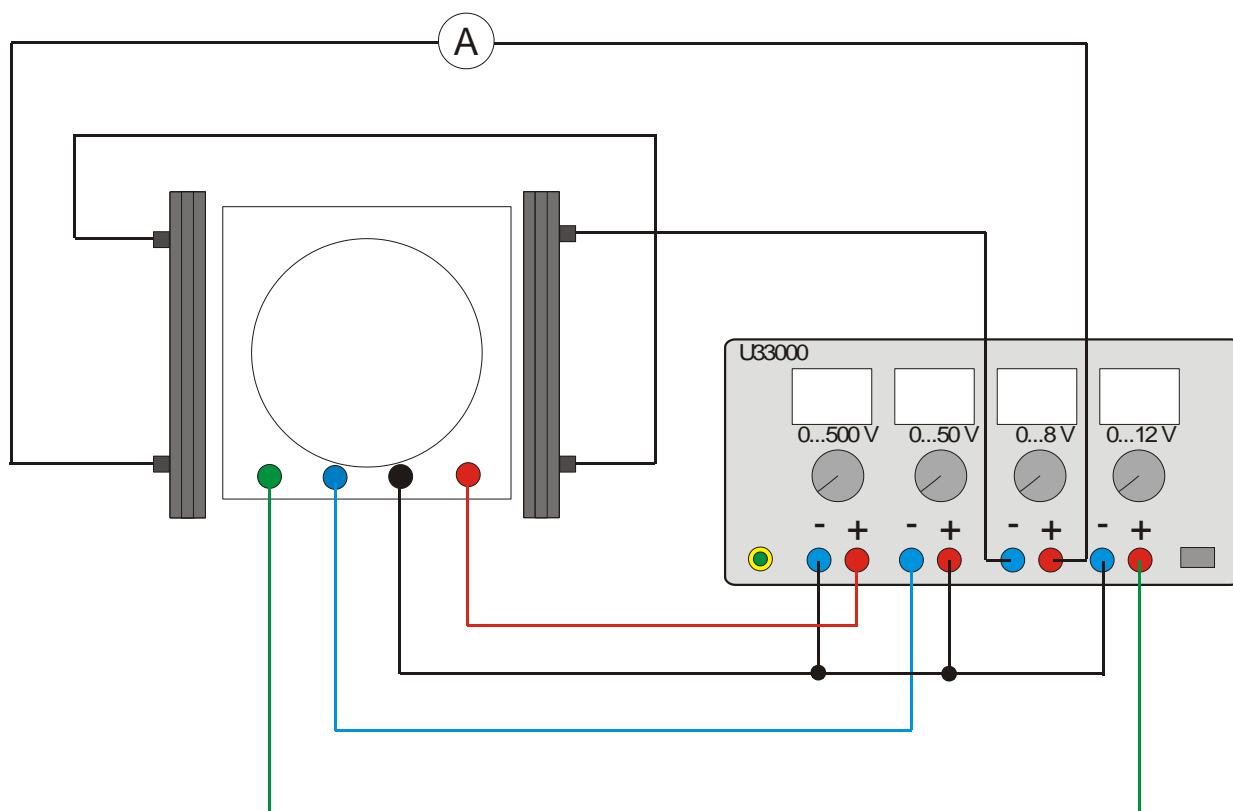

Fig. 4 Collegamento del tubo a fascio filiforme all'alimentatore CC 500 V
- Cablare il tubo come indicato nella fig. 4.